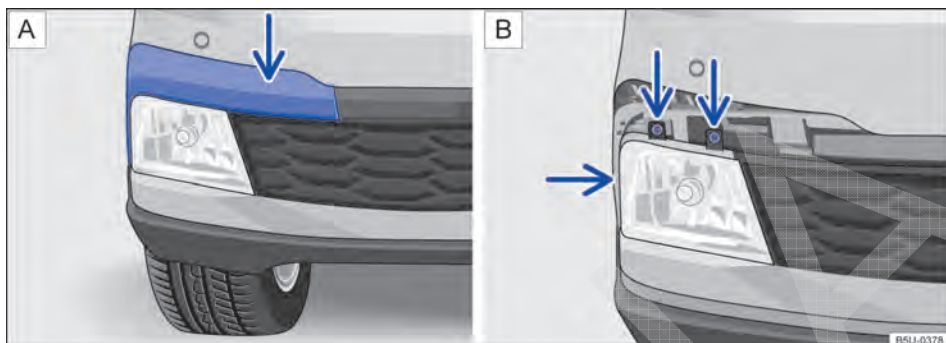

Fig. 167 No para-choque dianteiro: **A** desinstalar a moldura do farol de neblina e **B** retirar os parafusos do farol de neblina.
2. Desencaixar a moldura, cuidadosamente → ⓘ, primeiramente pelo local indicado pela seta → Fig. 167 **A**. Remover completamente para acessar os parafusos do farol de neblina.
3. Remover os parafusos de fixação indicados pelas setas → Fig. 167 **B**.